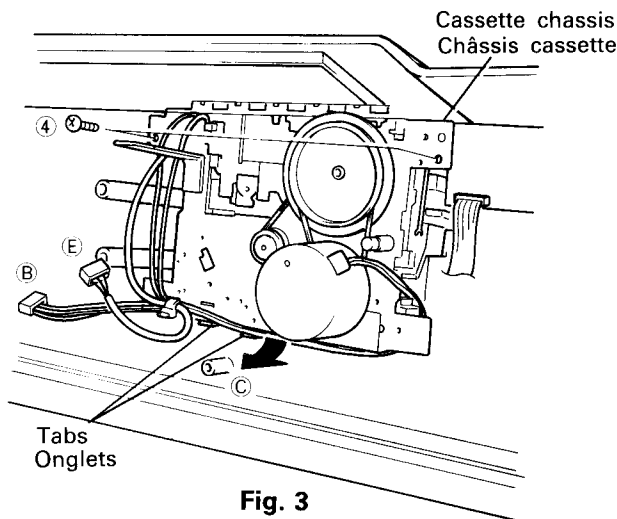

Fig. 3
3. Cassette Chassis (Fig. 3)
3. Châssis cassette (Fig. 3)